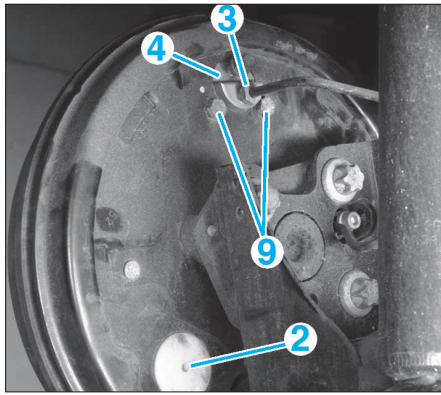

FIG. 10
- le bouchon d'accès (2) à la fixation du câble de frein de stationnement (Fig.10).
- Dévisser le raccord hydraulique (3) du cylindre récepteur (4).
- les fixations (7) des mâchoires sur la flasque.
- le dispositif de rattrapage (8) avec les mâchoires.
- les vis de fixation (9) du cylindre récepteur (4) (Fig.10).